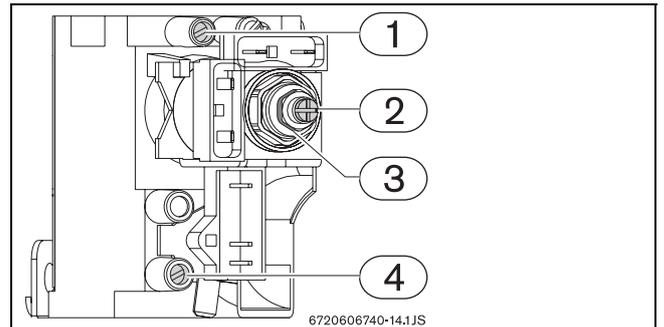

Fig. 11 Punti di controllo/regolazione gas
- ▶ Svitare la vite posta internamente alla presa di pressione bruciatore (→Fig. 11, pos. 1) senza toglierla.
- ▶ Con una chiave di misura corrispondente, ruotare il dado (→Fig. 11, pos. 3).
- ▶ Tenere fermo il dado (→Fig. 11, pos. 3) con una chiave di misura corrispondente.
- ▶ Con un cacciavite **non magnetico** ruotare la vite (→Fig. 11, pos. 2).